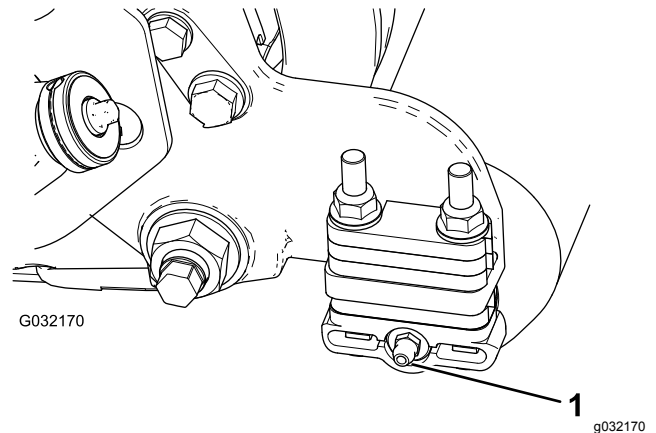

Figure 2
3. Montez le graisseur à 90° face à l'arrière (Figure 2).